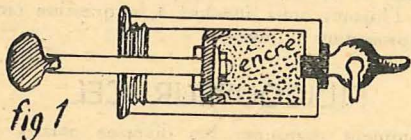

fig. 1
- Sur l'extrémité libre du piston, fixer une poignée de bois (fig. 1).